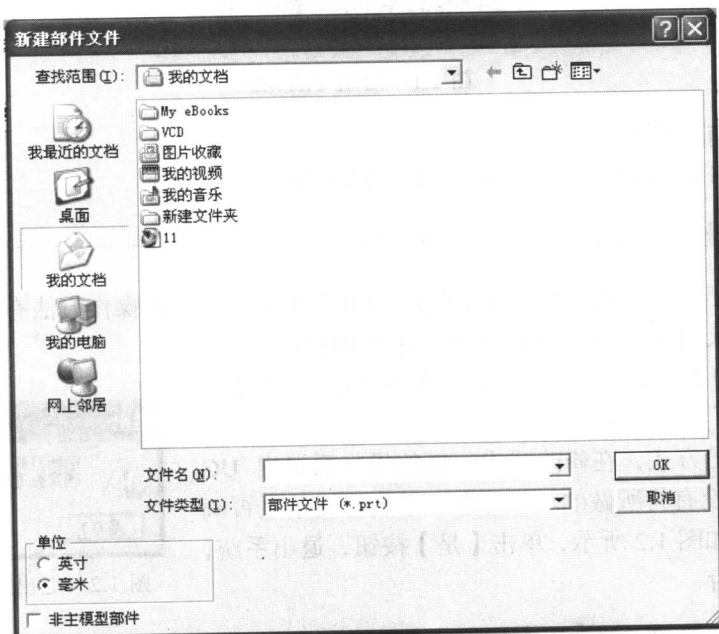

图 1.4 【新建部件文件】对话框
【新建】命令，系统弹出【新建部件文件】对话框，如图 1.4 所示。
- (1) 存放\*.“prt”文件的目录及其各级父目录均不能含有中文字符。
- (2) 当在建模过程中需要创建多个部件文件时,用户可以将已经完成的文件保存,然后单击【标准】工具栏中的【新建】按钮,或者选择【文件】→【新建】命令,或者使用快捷键 Ctrl+N 创建新的部件文件,系统将弹出如图 1.4 所示的【新建部件文件】对话框,在【文件名】文本框内输入新建部件文件的名称,选择所需要的单位类型,然后单击 OK 按钮,系统重新进入到图 1.6 所示的建模工作界面,即新建部件文件的建模状态。